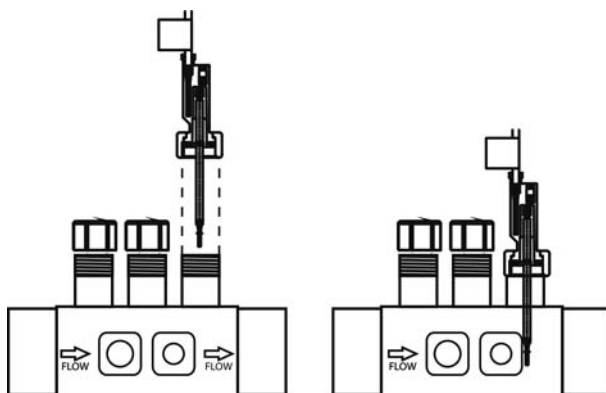

Abb. 10
2. Flussdetektor (Flussschalter) aus dem Lieferumfang immer senkrecht in den mit dem Gerät gelieferten Sensorträger einbauen (Abb. 10).